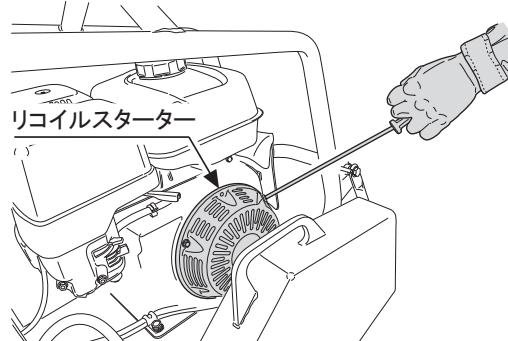

図 30
5. リコイルスターの始動グリップを握り、最初に軽く負荷がかかる位置まで引きます。そこから勢い良く引張ってください。この時、ロープを引張り過ぎるとロープが切れたり抜けてしまう恐れがありますので御注意ください。またエンジン始動後も始動グリップは引いた状態で離さないで、持ったままでゆっくりと戻してください。(図30)